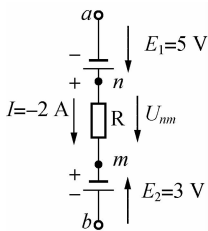

图 1-22 习题 1-4 图
- 1-4 计算图 1-22 中电阻  $R$  的值，已知  $U_{ab} = -12 \text{ V}$ 。